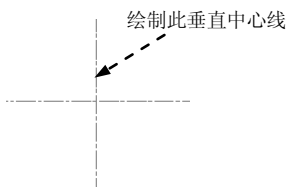

图 17.2.3 绘制垂直中心线
(2) 绘制图 17.2.3 所示的垂直中心线。
① 设置对象捕捉。将鼠标移至状态栏中的 **对象捕捉** 按钮上，右击，从系统弹出的快捷菜单中选择 **对象捕捉设置...** 命令，在“草图设置”对话框的 **对象捕捉** 选项卡中单击 **全部选择** 按钮。
② 设置极轴追踪。在“草图设置”对话框的 **极轴追踪** 选项卡中将 **增量角(A)** 设置为 90，单